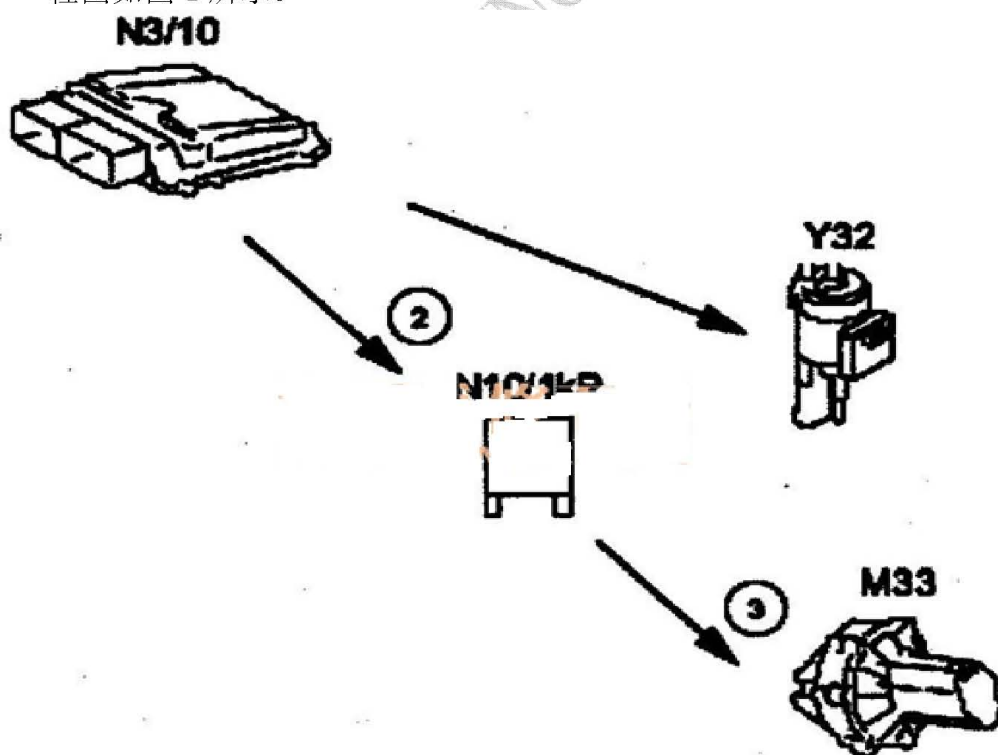

图1 工作流程图
C). 空气泵转换阀（Y32）无法促动，致使无法接通空气喷射切断阀，工作流程图如图 1 所示。